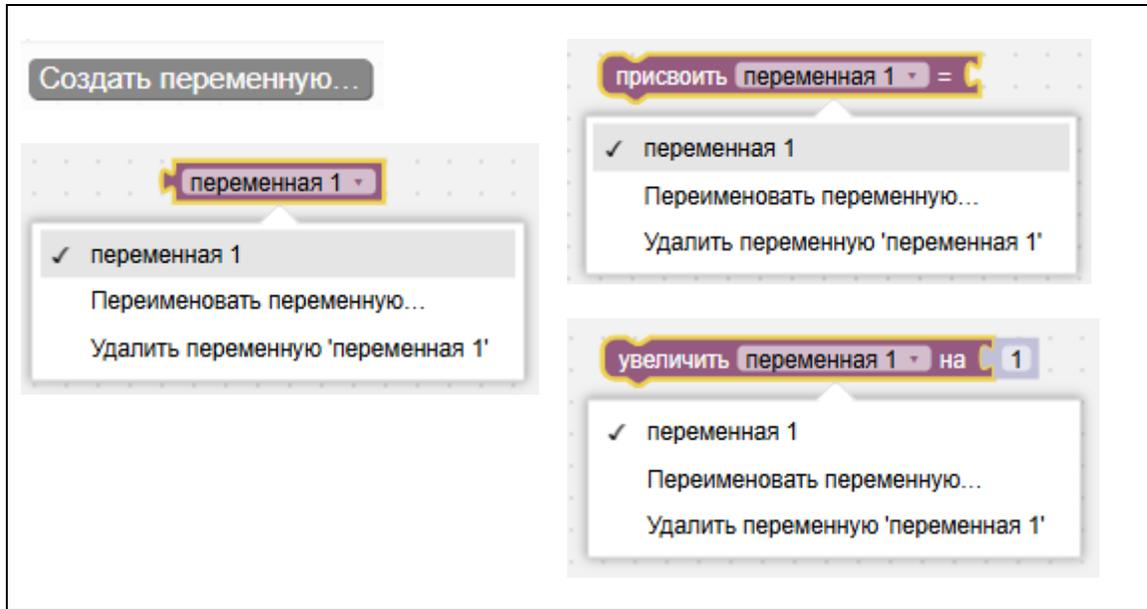

Рисунок 54 – Блоки «Переменные»
4. «Переменные» – создание и редактирование переменных (см. Рисунок 54).